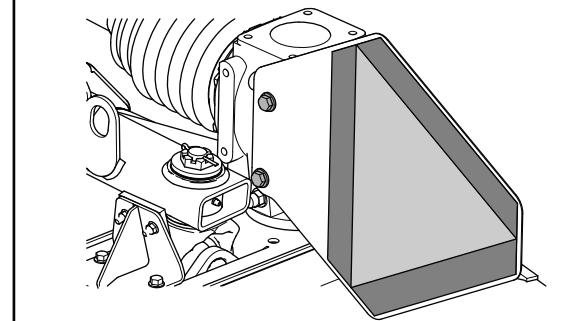

Figure 1
1. Sur le boîtier d'engrenages du plateau droit, placez le panneau pour véhicule lent en orientant le côté réfléchissant vers l'arrière (Figure 1).
2. Alignez les trous du panneau pour véhicule lent et les trous filetés dans le boîtier d'engrenages, comme montré sur la Figure 1.